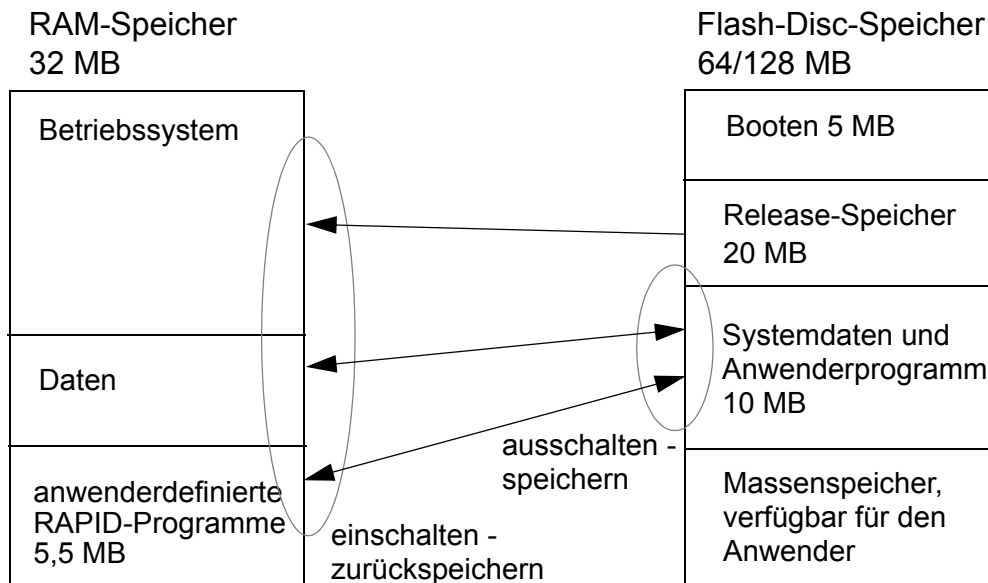

Bild 6 Verfügbarer Speicher
- anwenderdefinierte RAPID-Programme, ca. 5,5 MB, siehe Bild 6 (durch einige Softwareoptionen wird der Speicherplatz für die Anwenderprogramme verringert, maximal um ca. 0,7 MB)
Der Flash-Disc-Speicher dient zur Datensicherung, d.h. bei einem Ausfall der Netzspannung oder beim Ausschalten werden alle Systemdaten einschließlich des Anwenderprogramms, siehe Bild 6, auf der Flash-Disc gespeichert und beim Einschalten wiederhergestellt. Eine unterbrechungsfreie Stromversorgung (UPS) garantiert die automatische Speicherfunktion.